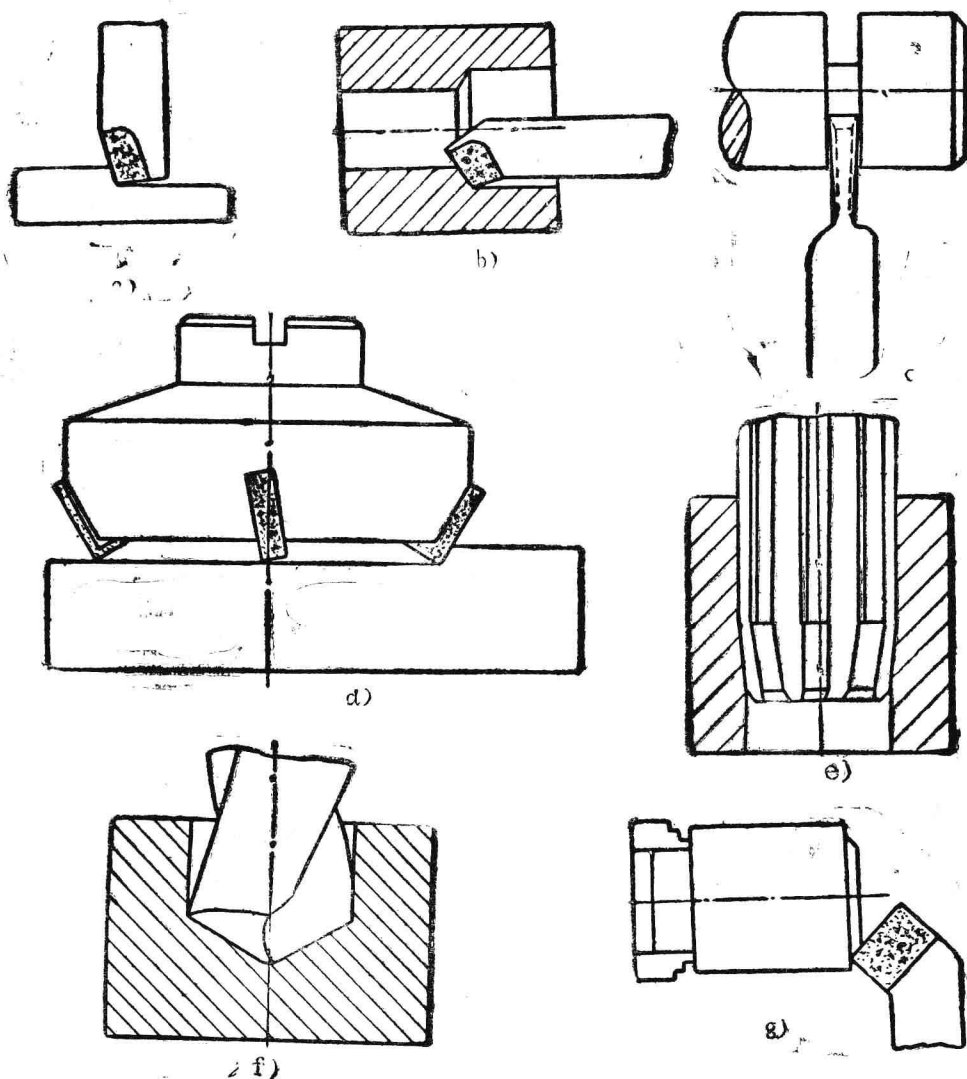

图 1 各种切削加工方式简图
3.在图1中标出各种切削加工方式的主运动方向、进给运动方向和切削表面、待加工